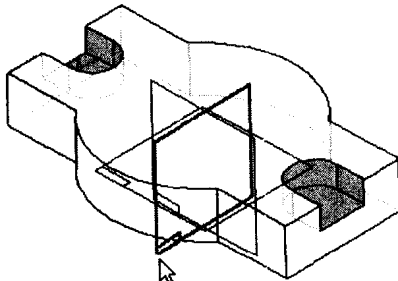

图 1-20 镜像特征
(4)使用如图 1-20 所示参考平面作为对称面, 镜像刚建立的除料特征。